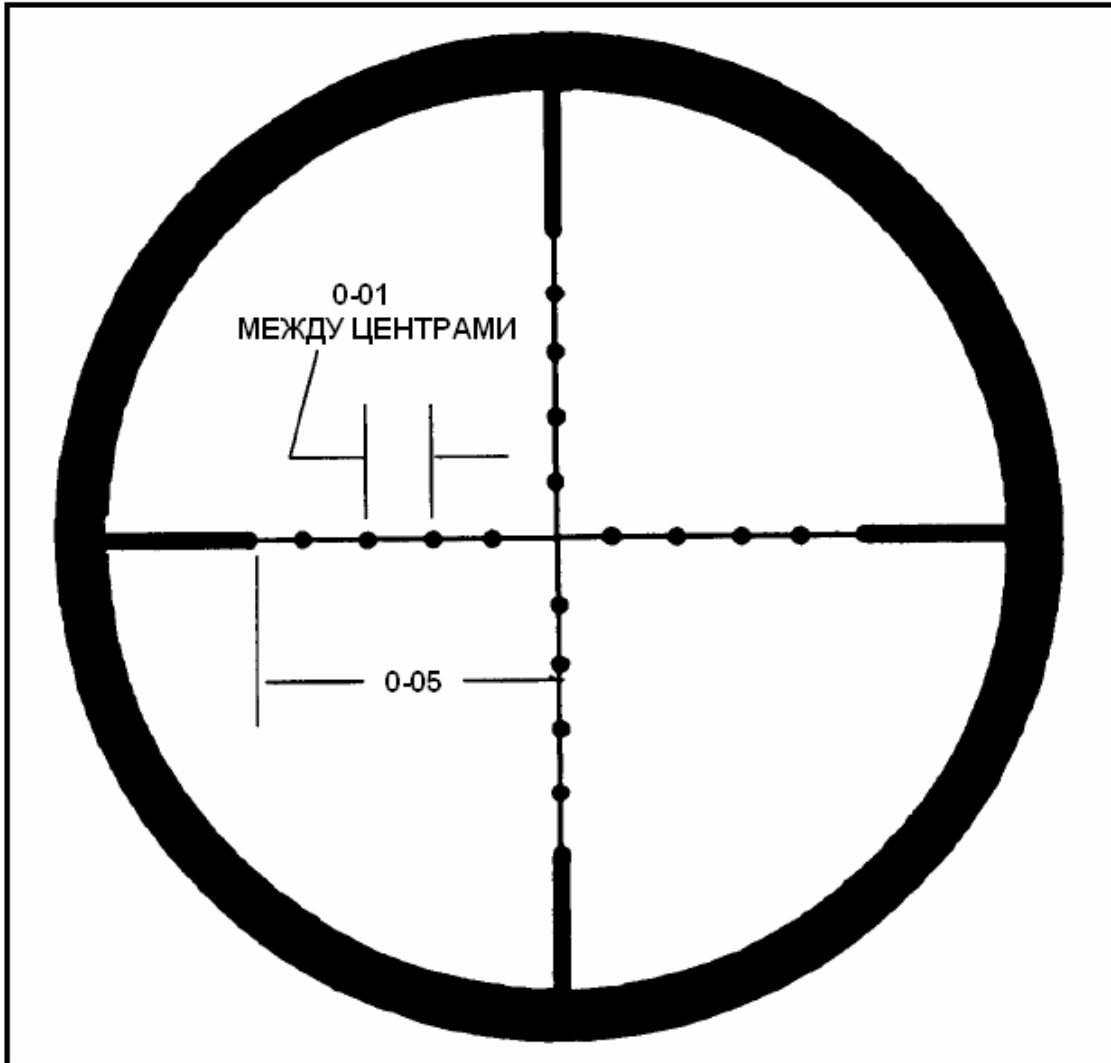

Рис. 2-21. Прицельная сетка «Mil-Dot».
d. Работа с прицелом МЗА. При использовании прицела, снайпер наводит прицельную сетку «mil-dot» на цель, с ее помощью определяет дальность до цели. Прицельная сетка «mil-dot» (рис. 2-21) — это двойная сетка, состоящая из толстой внешней части и тонкой внутренней части. В центре тонкой части на прицельную сетку нанесен набор точек. С каждой стороны от перекрестия прицельной сетки расположено по 4 точки, столько же точек располагается сверху и снизу от перекрестия. Расстояние между каждыми из четырех точек составляет 1 тысячную (0-01), расстояние от точки до перекрестия и от точки до начала толстой внешней части прицельной сетки также составляет 1 тысячную.² Такое расположение позволяет снайперу точно определять дальность до цели по ее известному (определенному) расстоянию в поле зрения прицела. Например, человек имеет рост 6 футов, что примерно соответствует 1,83 метрам, и, находясь на дальности 500 метров, закрывает в прицеле 3,65 точки (примерно 3,5 точки). Другим примером является метровая цель на дистанции 1000 метров. Такая цель в прицеле занимает пространство между двумя соседними точками в высоту или в ширину. С помощью сетки «mil-dot» снайпер может точно определить дальность до цели, если он знает ее размер.
(1) Занимает устойчивое положение для стрельбы лежа с опорой. Мишень располагается на дистанции 100 метров от огневого рубежа.
(2) Маховичок установки прицела устанавливается в положение «1», маховичок боковых поправок устанавливается в положение «0».
(3) По центру мишени, не меняя точки прицеливания, производится три выстрела.
(4) После фиксации точек попадания пуль, в прицел вносятся необходимые поправки.
(5) Действия в п. 3 и 4 повторяются до тех пор, пока все три выстрела не лягут кучно в центр мишени.